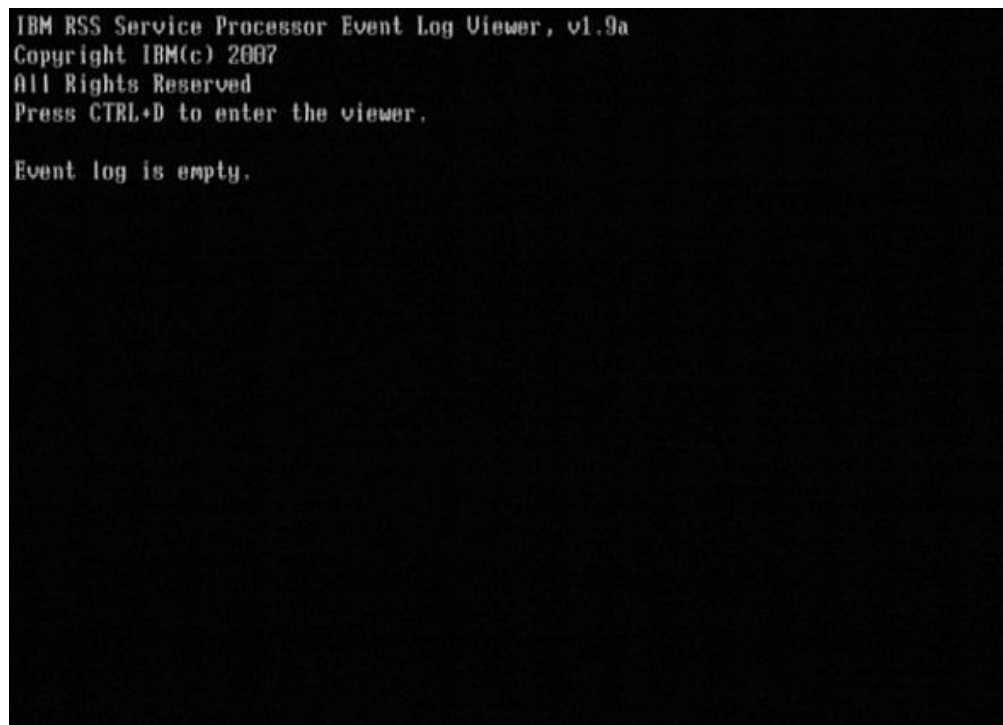

图 37. 系统事件日志查看器屏幕
1. 打开系统并等待系统事件日志查看器（图 37）屏幕出现。